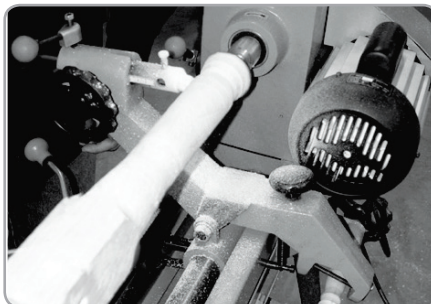

Fig.16
- Instrumentul de copiere trebuie setat la cel mai mare diametru. Piesa de prelucrat este apoi mutată pe toată lungimea, copiind modelul uniform până când se produce îndepărtarea surplusului. Instrumentele de copiere sunt reglate prin rotirea volanului și fixat prin șurub de prindere până la conturul necesar sau diametrul necesar de atins (Fig. 16).